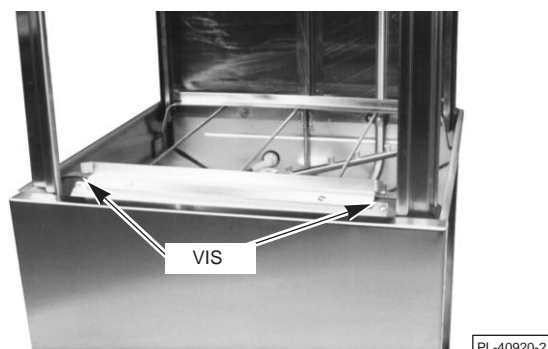

Fig. 2
2. Retirez les deux vis et écrous au niveau des bords extérieurs de l'écran pare-éclaboussures (Fig. 2).